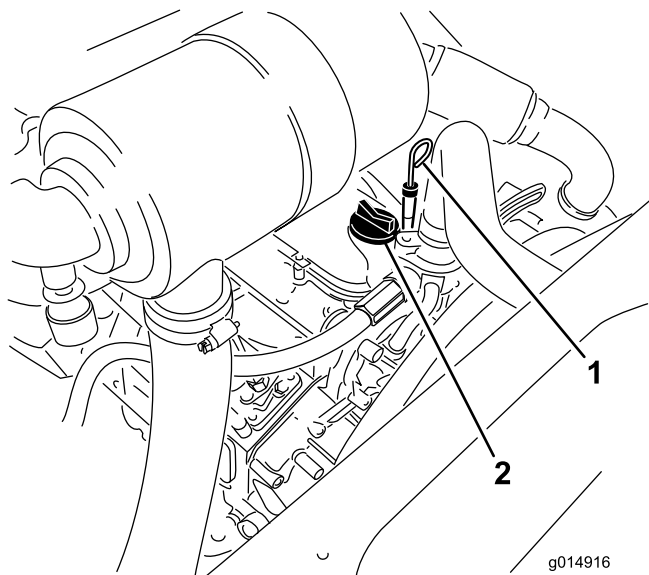

Figure 36
3. Retirez la jauge, essuyez-la sur un chiffon et remettez-la en place (Figure 36).
5. Si le niveau n'atteint pas le repère maximum, enlevez le bouchon de remplissage (Figure 36) et faites l'appoint jusqu'à ce que le niveau correct soit atteint.